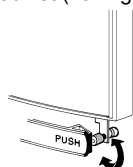

figure 6
- 5 - Vous pouvez régler l'ouverture du robinet et donc le flux de boisson distribuée en agissant sur l'embout situé derrière la touche du robinet (voir figure 6).